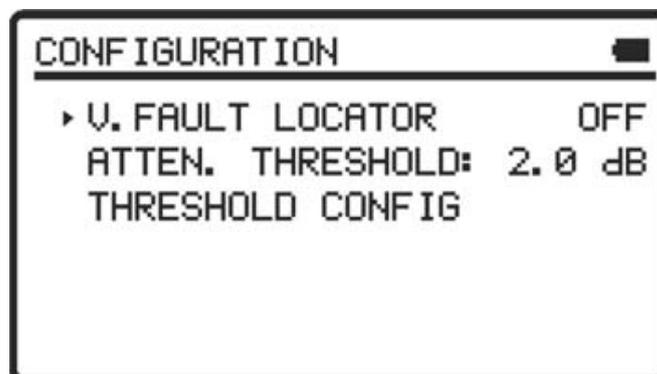

Figure 5.- Écran CONFIGURATION
- 3 Appuyez sur **SEL**  pour entrer a l'écran (voir figure 5).